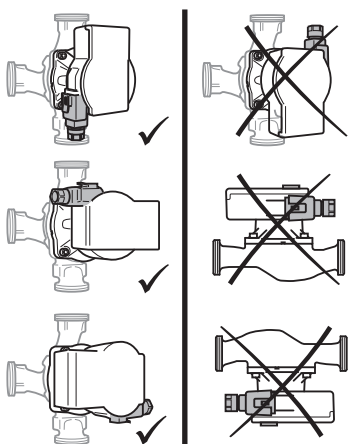

Fig. 2: Montāžas stāvoklis
- Izvēlieties atļautajam montāžas stāvoklim atbilstošu montāžas vietu (Fig. 2).
- Ievērojiet norādi par sūkņa atļauto montāžas stāvokli (Fig. 2), nepieciešamības gadījumā pagrieziet motora galvu (2+6).